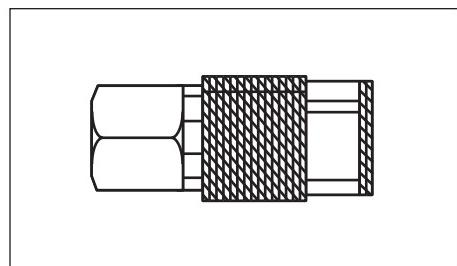

Figura 6 - Acoplador rápido
**ACOPLADOR RÁPIDO** — Un acoplador rápido está diseñado para trabajar en combinación con un conector rápido para unir rápida y fácilmente una herramienta neumática con una manguera de aire (*Ver Figura 6*).